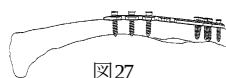

図27
- \* 1) 全てのスクリューを完全に抜去する前に一度緩めた状態とし、順次スクリューを抜去します。(図27)
- 2.7 ロッキングスクリューの抜去は、ヘクスロープ8 パワーピンドライバの后端にグリップハンドルS (25) を接続します。3.5 ロッキングスクリューの抜去は、ヘクスロープ15 ドライバーを使用します。